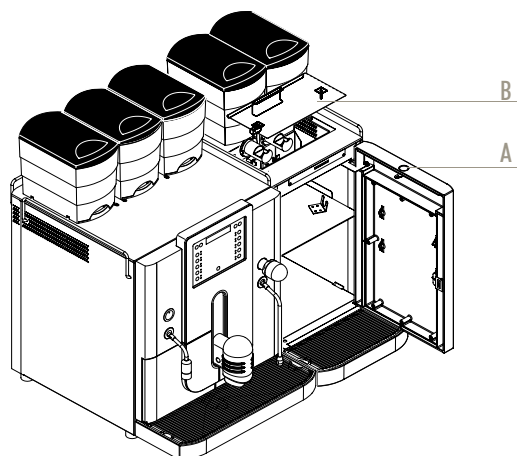

Figure 13
1. Ouvrir la porte frontale du module instantané avec la clé (fig. 13, Pos A).
2. Déverrouillez et retirez le couvercle supérieur devant les récipients à poudre lyophilisée (fig. 13, Pos. B).
3. Verrouillez les fermetures jaunes (02). Soulever légèrement l'avant des récipients à poudre tout en les tirant vers l'avant. Videz les récipients.
4. Retirez les deux canaux (01) en tournant légèrement dans le sens horlogique et ensuite tirez vers l'avant.
5. Déconnectez le tuyau blanc (09) se trouvant sur le côté du mélangeur (08) et de l'autre côté, déconnectez le raccord(10).
6. Déverrouillez le mélangeur tout en tournant l'anneau du mélangeur (anneau jaune) dans le sens horlogique (07).
7. Retirez et démontez le mélangeur (06).
8. Ouvrir le clappet noir (03) et retirez le filtre.